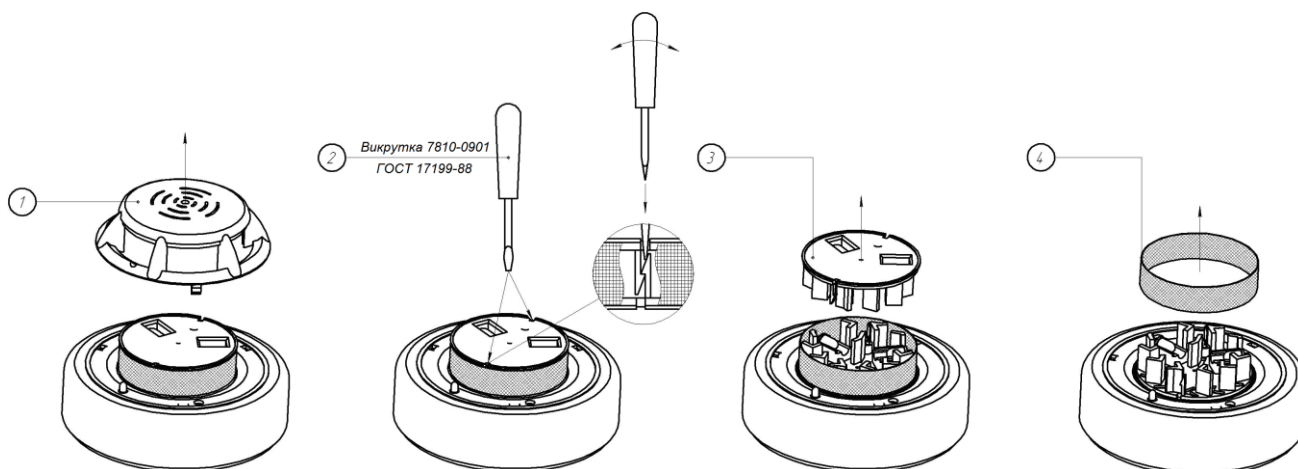

Рисунок 3
3.2 Для перевірки спрацьовування димової частини сповіщувача слід ввести в контрольний отвір у верхній кришці (поз.1 рис.3) щуп (штир діаметром 0,5 – 1,0 мм, довжиною 3 – 4 см). Після 3-4 спалахів світлодіод повинен постійно світитись. Для перевірки спрацьовування теплової частини сповіщувача направити на термочутливий елемент струмінь повітря, нагрітого до температури (70-75) °С для класу А2, (85-90) °С для класу В.